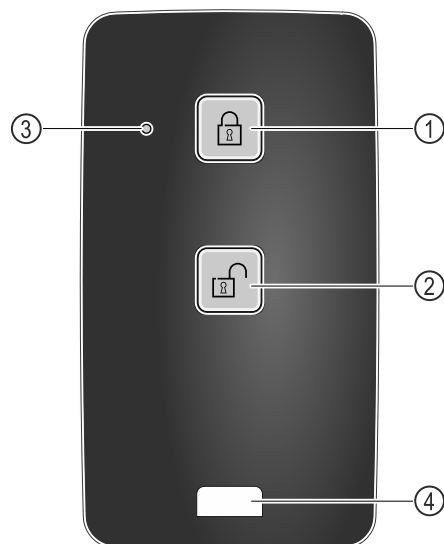

Fig. 249
- (1) Låse låsen
- (2) Låse opp låsen
- (3) Statuslysdioden
- (4) Festering
- Trykk på knappen Fig. 249 (1) på fjernkontrollen.
- Trykk på knappen Fig. 249 (2) på fjernkontrollen.
- Statuslysdioden Fig. 249 (3) gir en visuell tilbakemelding når en knapp trykkes.
- Ring Fig. 249 (4) for feste av fjernkontrollen, for eksempel på en nøkkelring.